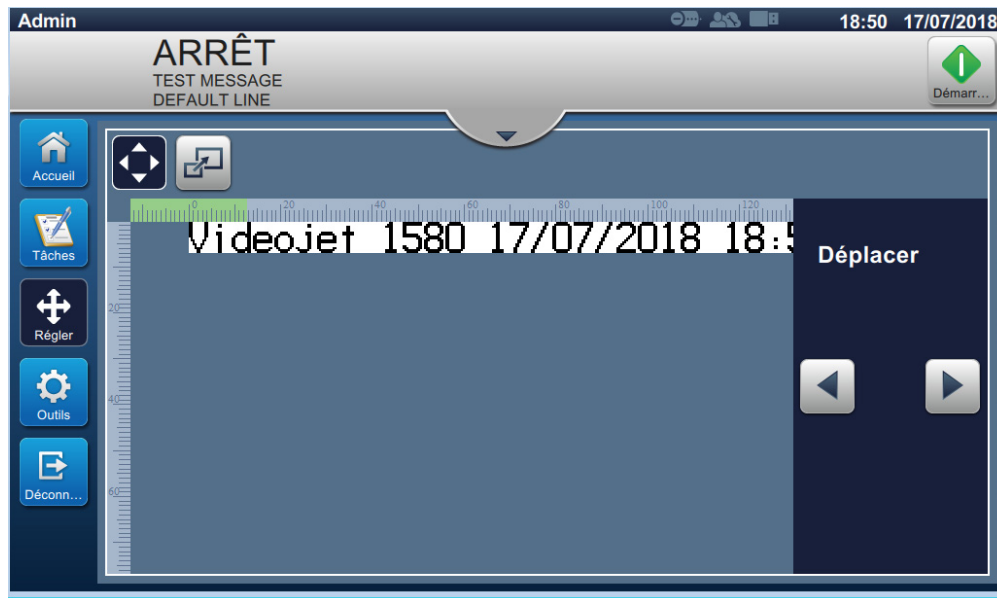

Figure 4-9 : Ajustement de la position
1. Appuyez sur le bouton  pour faire apparaître le diviseur de position, illustré dans la Figure 4-9.